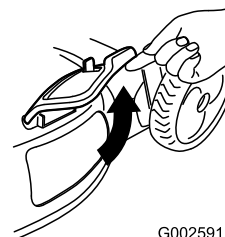

Figura 31
2. Levante la puerta de descarga lateral (Figura 31).